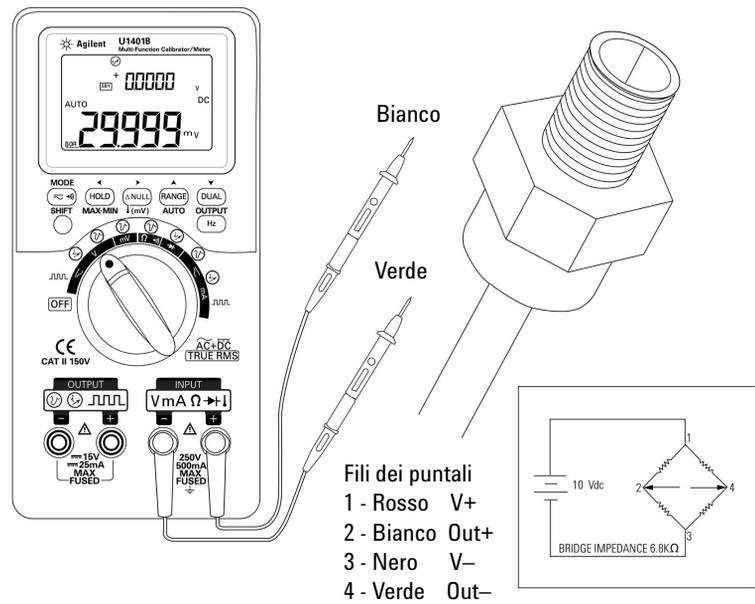

Figura 5-4 Misurazione di un trasduttore di pressione
- 3 Misurare i punti di test (Figura 5-4 a pagina 93) e leggere il display.